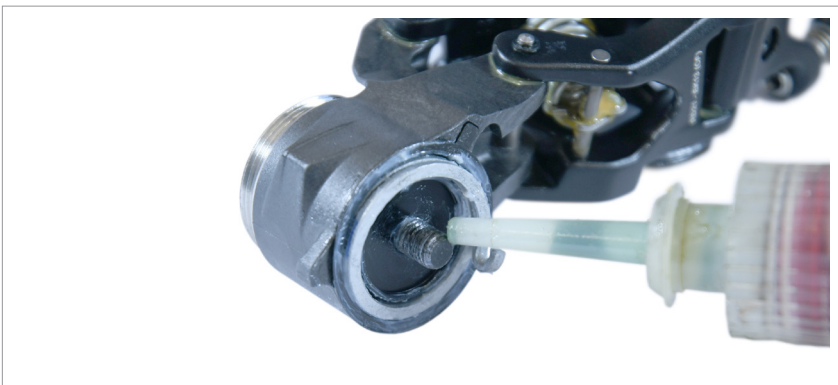

Abb.2
**2)** Tragen Sie „Loctite forte 2701“ auf die Kupplungswelle auf (Abb. 2).